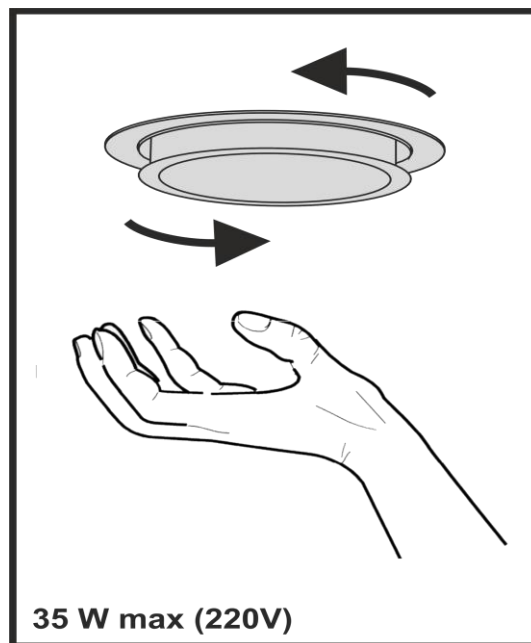

Рис.7
7.12 На вытяжке установлены галогенные лампы подсветки рабочей зоны плиты. Перед началом замены ламп освещения необходимо отключить вытяжку от электросети, дать возможность охолонуть лампам. Для замены лампы необходимо снять фильтры, отжать держателя патрона на себя, чтобы лампа вышла из корпуса вытяжки, удерживая держателя патрона, слегка надавить на лампу в направлении патрона и, повернув ее против часовой стрелки, вынуть (**рис.7**). Вместо нее необходимо установить новую с теми же характеристиками и установить фильтры.